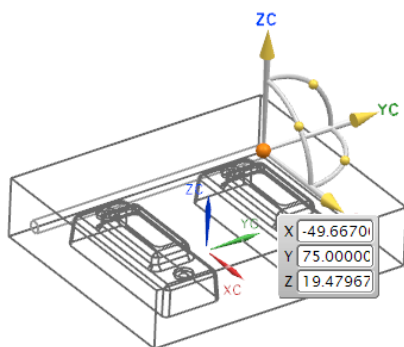
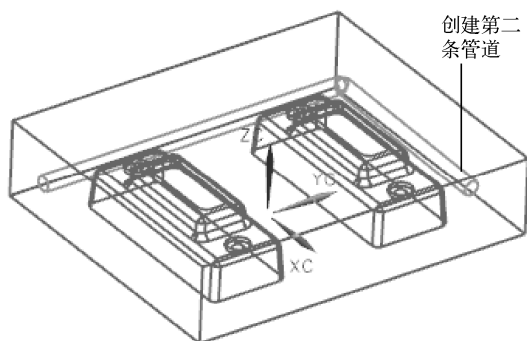

图 9-29 选择动态操作
图 9-30 创建第二条管道
(8) 从图 9-25 所示对话框的【运动】下拉列表中选择【动态】选项,这时将出现动态操作手柄,如图 9-29 所示,拖曳操作手柄,将管道调整到合适的方位和距离,单击【应用】按钮,创建本段管道,如图 9-30 所示。可以继续使用上述方法创建其他的管道。